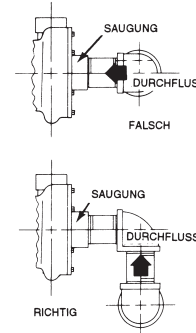

ABBILDUNG 2
AUSTAUSCH DES KUGELLAGERS... Vorgenannte Anleitungen bis zur Entfernung des Schaftes befolgen. Vier Befestigungsschrauben des Motors an der Motorhalterung (27) entfernen. Sprengringe vom Drehkreuz abnehmen, Drehkreuz entfernen und den Motor von der Pumpe abnehmen. Kontermutter und Unterlegscheibe (25) entfernen und das Ende der Welle vorsichtig auf die Unterlage am Boden (Holz, etc.) fallen lassen. (Abbildung 1) Die Installation des Kugellagergehäuses erfolgt im Wärmeausdehnungsverfahren und es kann sein, daß man zur Entfernung das Aggregat in eine Dornpresse einspannen muß (Abbildung 2). Kugellager (2) wird vor dem Wiederausammenbau an der Welle montiert, und Kugellager (6) wird vor dem Wiederausammenbau im Kugellagergehäuse (26) installiert. Die ordnungsgemäße Installation der Kugellager ist auf Seite 10 beschrieben. Beim Zusammenbau die Welle durch das Kugellagergehäuse schieben und die Montage in umgekehrter Reihenfolge ausführen.
AUSTAUGH DES KUGELLAGERS... Vorgenannte Anleitungen bis zur Entfernung des Schaftes befolgen. Vier Befestigungsschrauben des Motors an der Motohalterung (27) entfernen. Sprengringe vom Drehkreuz abnehmen, Drehkreuz entfernen und den Motor von der Pumpe abnehmen. Kontermutter und Unterlegscheibe (25) entfernen, das Aggregat herumdrehen und das Ende der Welle vorsichtig auf die Holzunterlage am Boden fallen lassen. (Abbildung 1) Die Installation des Kugallegerringkafigs (28) erfolgt im Wärmeausdehnungsverfahren und es kann sein, daß man zum Entfernen das Aggregat in eine Dornpresse einspannen muß (Abbildung 2). Kugellager (2) wird vor dem Wiederausammenbau an Welle montiert, und Kugellager (6) wird vor dem Wiederaufbau im Kugellagergehäuse (26) instliert. Die ordnungsgemäße Installation der Kugellager ist auf Seite 10 beschrieben. Beim Zusammenbau die Welle durch das Kugellagergehäuse schieben und die Montage in umgekehrter Reihenfolge ausführen.
Wenn die Welle nicht zu lang ist, kann sie unterhalb der Dorn- presse abgestützt werden und das Lager durch Druck mit einem Weichmetallrohr auf die Welle gedrückt werden (siehe Abbildung 2). Das Rohr muß innen und außen vollkommen sauber sein, und der Rohrdurchmesser soll etwas größer als die lichte Weite des Lagers sein. Die Rohrenden sollen rechteckig sein (mit angefrasteten Kanten, um Metallspäne durch Abschaben zu vermeiden) und nur mit dem inneren Ring des Lagers in Kontakt kommen. Um das Verkanten des Lagers auf dem Wellensitz zu verhindern, muß die Welle mit dem Preßkolben der Dorn- presse ausgerichtet gehalten werden.